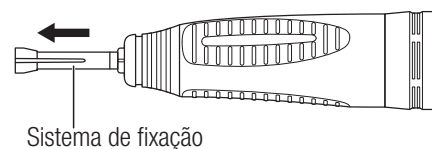

Fig. 9
- 3) Retirar o sistema de fixação (Fig. 9).